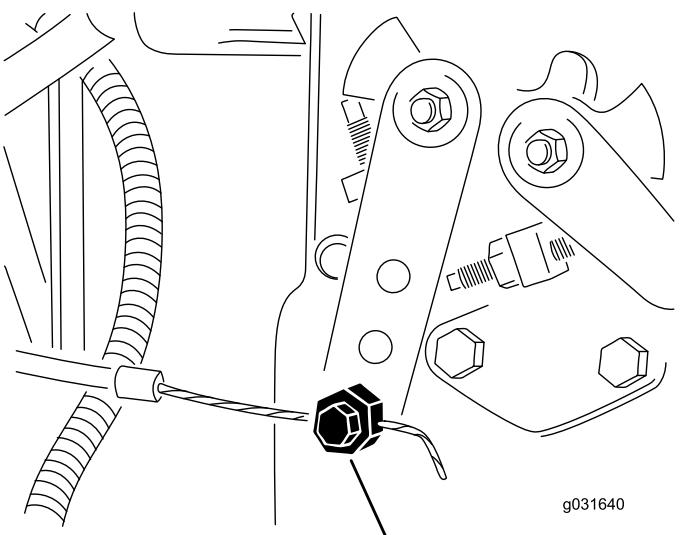

Рисунок 61
- Ослабьте соединитель тросика дроссельной заслонки на плече рычага топливного насоса (Рисунок 61).